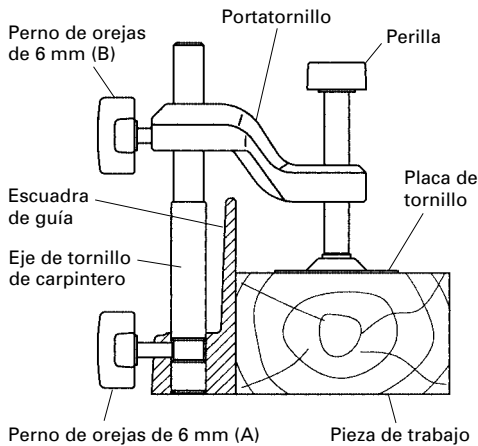

Fig. 16
- (1) El conjunto de tornillo de carpintero puede montarse en la escuadra de guía izquierda (escuadra de guía (B)) o bien en la escuadra de guía derecha (escuadra de guía (A)) aflojando el perno de orejas de 6 mm (A).
- (2) El portatornillo puede elevarse o bajarse de acuerdo con la altura de la pieza de trabajo aflojando el perno de orejas de 6 mm (B). Después del ajuste, apriete firmemente el perno de orejas de 6 mm (B) y fije el portatornillo.
- (3) Gire la perilla superior y fije firmemente la pieza de trabajo en su lugar (Fig. 16).